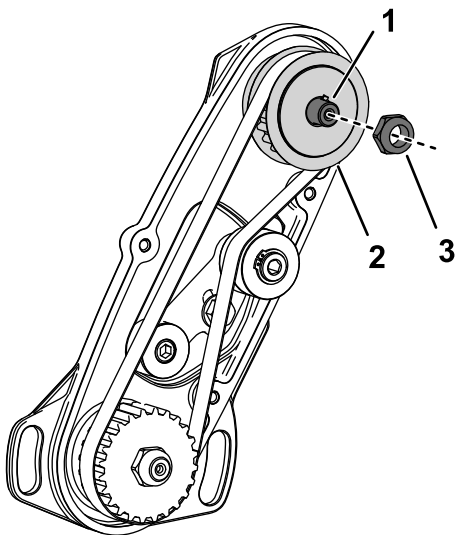

**Bild 3**
6. Drücken Sie die Dichtung bündig in die vordere Abdeckung des Spindelantriebs (Bild 3).